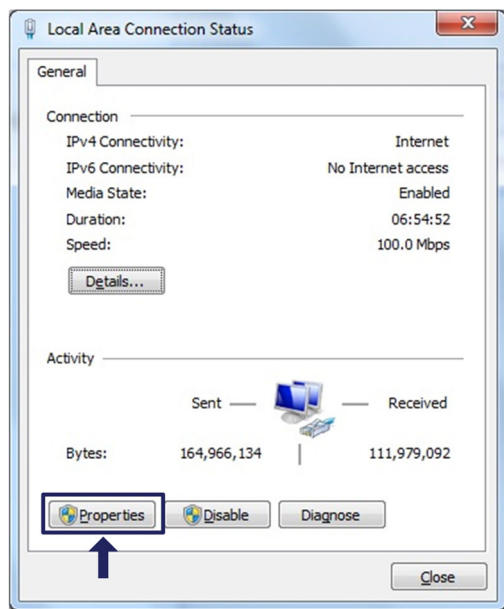

図3.7 ネットワークプロパティ
- ▶ LAN接続の選択。に表示される画面図3.7が表示されます。プロパティをクリックします。